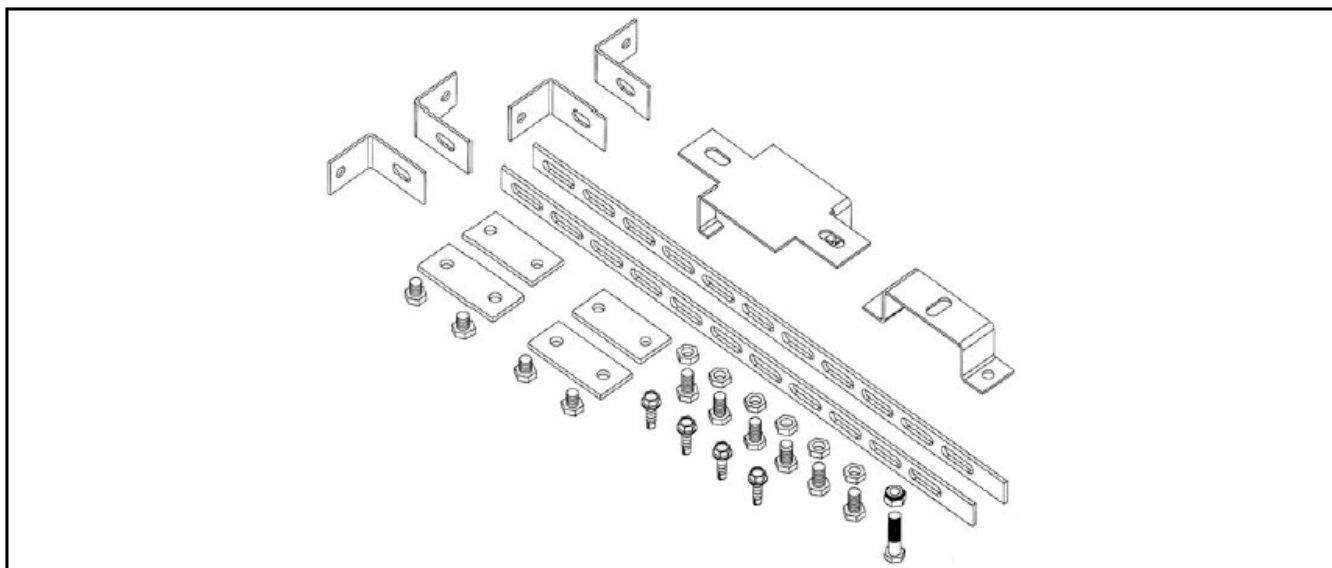

Рис. 10
3. СТАНДАРТНОЕ ОБОРУДОВАНИЕ (рис. 10)